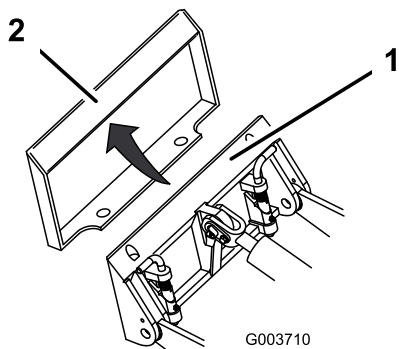

Bild 19
4. Positionieren Sie die Befestigungsplatte am oberen Rand der Aufnahmeplatte am Anbaugerät (Bild 19).